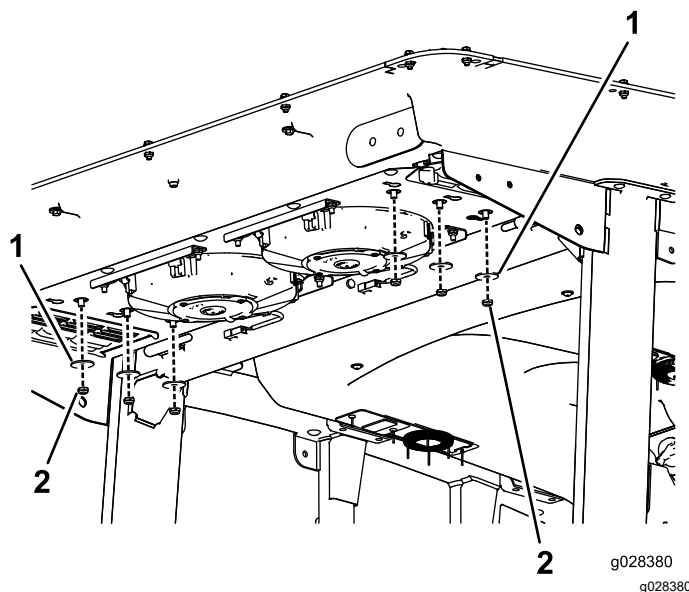

Figura 137
2. Togliete 6 dadi e rondelle dal fondo della parte posteriore della cabina (Figura 137).